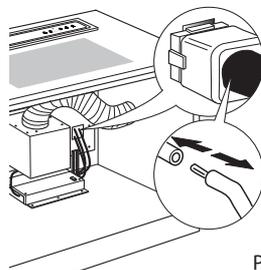

Рис. 3
- на 9-контактном разъеме провода правильно вставлены в коннектор (слишком сильное нажатие при соединении может привести к изгибанию контактов) (рис. 3)